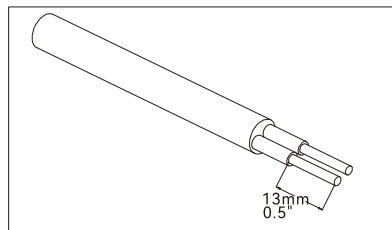

Figura 3
b) Corte os fios condutores 0,5" (13 mm) de comprimento (Figura 3).